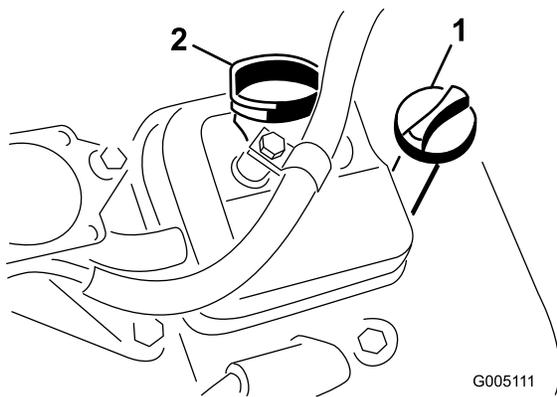

图21
3. 将量油尺拧入量油尺管道中，并确保它完全插入（图21）。